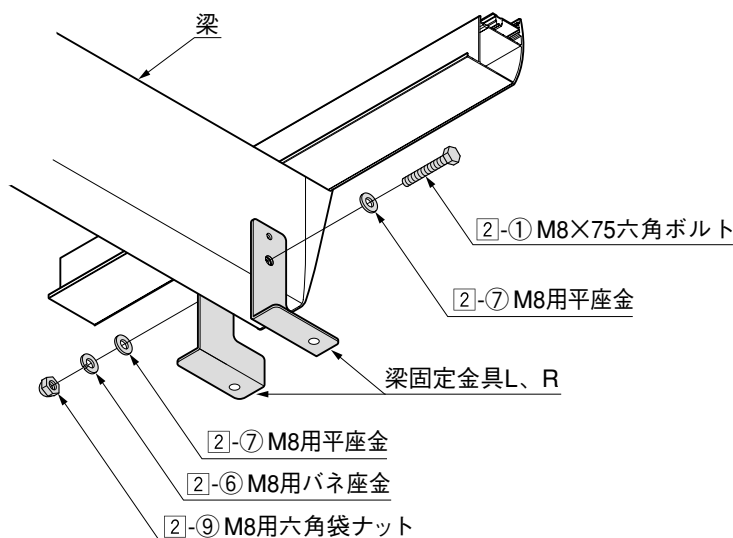

図4-1
- ① 図4-1を参照してカーポートの梁の先端についている押しボタンを外して、梁固定金具L、Rを2-①、2-⑥、2-⑦、2-⑨で取付けてください。